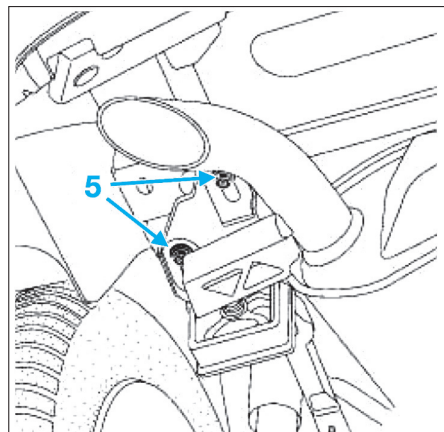

Fig. 16
- les deux vis de fixation (5) du silencieux (Fig.16).